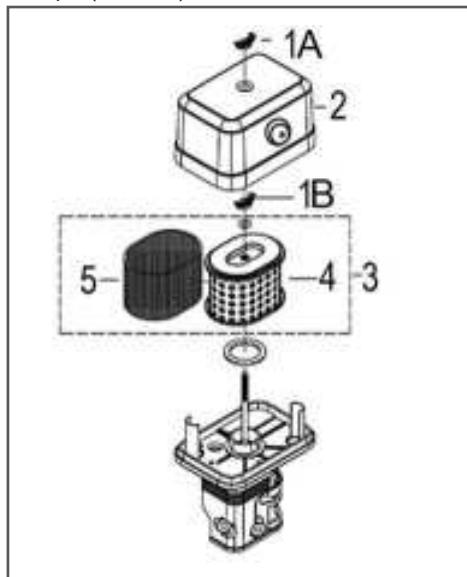

Рис. 28 Обслуживание воздушного фильтра
1. Открутите барашковую гайку 1A и снимите крышку 2 воздушного фильтра (Рис. 28).
2. Открутите баращковую гайку 1B и снимите воздушный фильтр 3 в сборе (Рис. 28).
Поролоновый (предварительный) фильтрующий элемент 5 установлен на корпусе бумажного фильтрующего элемента 4 (Рис. 28).